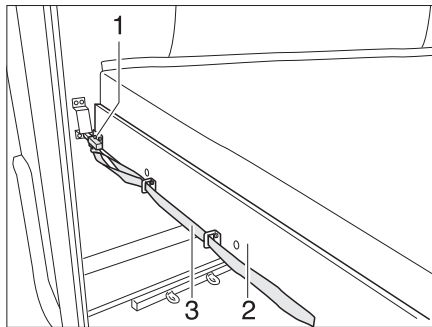

Bild 129 Etagenbett (Heck)
- An der Schlaufe (Bild 129,3) ziehen und den Riegel (Bild 129,1) lösen.
- Den Lattenrost (Bild 129,2) mit der Matratze nach vorn ziehen, bis er einrastet.